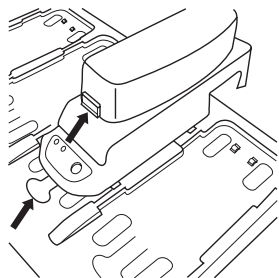

Fig. 2
5. Retrait du bloc-piles (Fig. 2) :